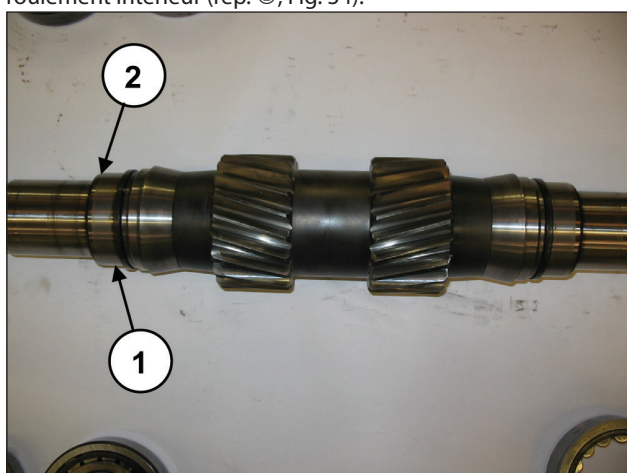

Fig. 34
Dégager les bagues intérieures des roulements de l'arbre de la prise de force (rep. ①, Fig. 34) et les deux entretoises du roulement intérieur (rep. ②, Fig. 34).